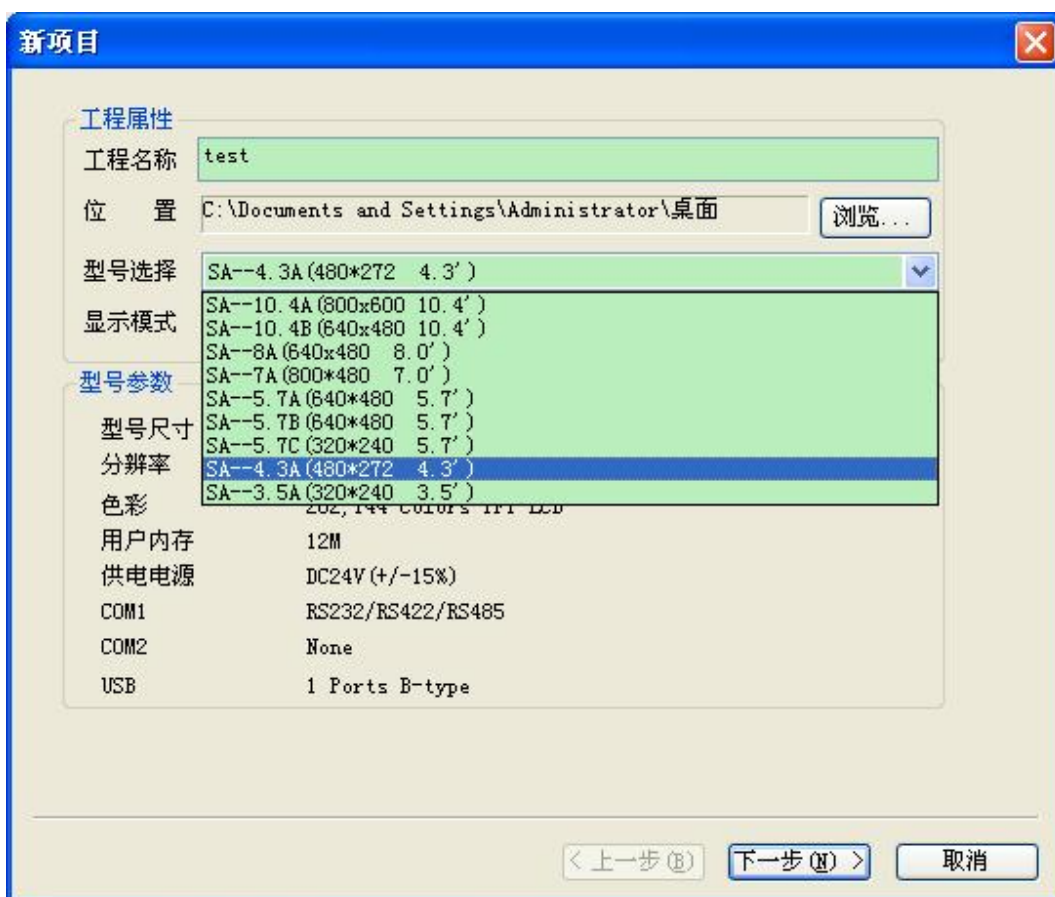

图 6-3 新建工程对话框
- ✓ 选择新建图标 ，或者在菜单栏中，选择“文件”---“新建工程”，弹出如图 6-3 所示对话框：